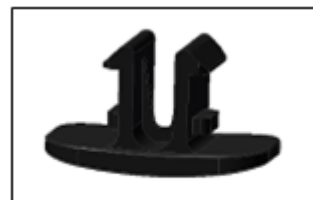

Abb.:1
- Zur Entnahme des Rückenpolsters müssen 6 Clips (**EZ019001259**) (Abb.:1) aus ihren Verankerungen gezogen werden. Die Entriegelung der Clips (Abb.:1) wird mit der Demontageklinge (EZ-01-9-000211) (Abb.:2) vorgenommen.